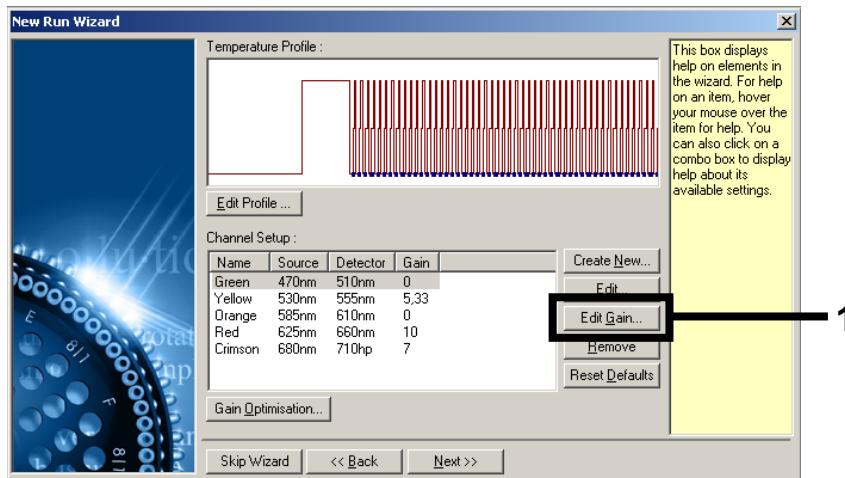

Figura 5. Editar manualmente os valores de ganho.
6. Clique em "Edit Gain" (Editar ganho) para editar manualmente os valores de ganho (Figura 5).